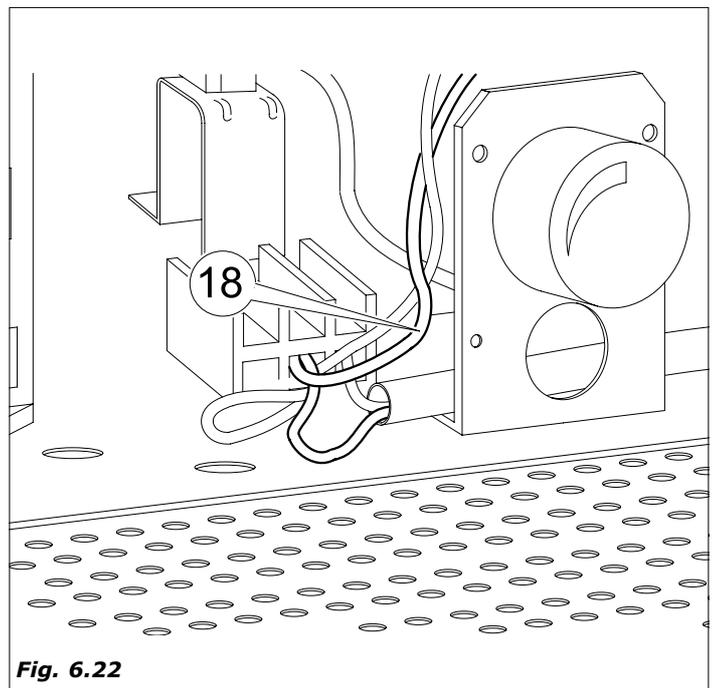

Fig. 6.22
- conectar eléctricamente el grupo de frío, (colocar en el conector el cable nº 18 ) (Fig.6.22)